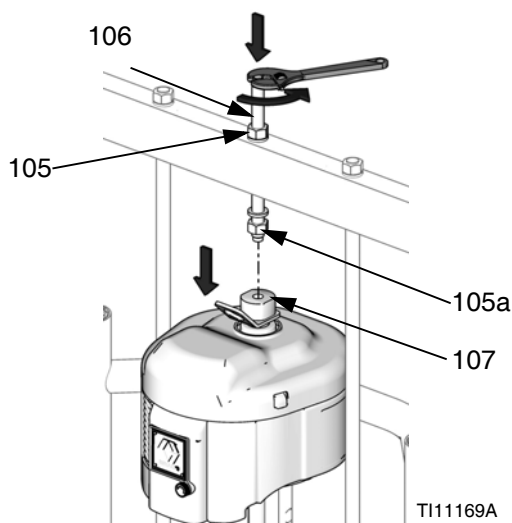

FIG. 24: Para el NXT 2200-6500 con plato de 200 l (55 gal.)
- a. Para el NXT 2200-6500 con plato de 200 l (55 gal.) (unidades de suministro D200 de 7,6 cm [3 pulg.] y D200s de 16,5 cm [6,5 pulg.]): Afloje la tuerca (105a) debajo del travesaño. Use una llave para sujetar el adaptador del anillo para levantar (107) en su sitio y afloje con otra llave la varilla roscada (106) arriba del travesaño. Vea la FIG. 24.